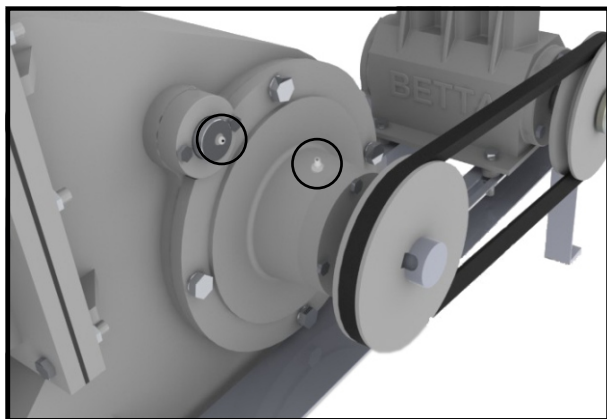

Fig. 21
- a) Engraxar os pontos onde existe engraxadeiras (fig. 21), com a periodicidade indicada na tabela 4 Pagina 19.